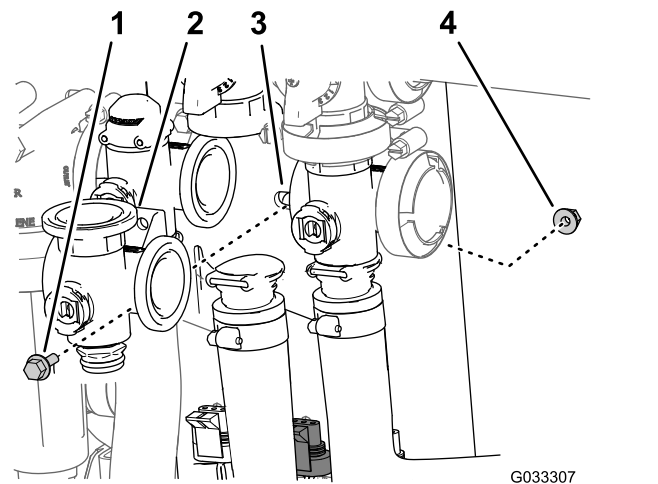

Figure 70
- Retirez le boulon à embase et le contre-écrou à embase qui fixent la vanne d'agitation au support, puis déposez le collecteur de la machine (Figure 70).